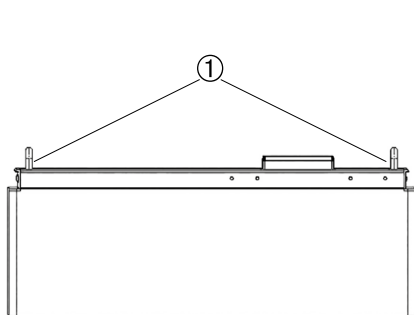

Fig. 5.2 - Maniglie modulo batteria
- Alzare le due maniglie della batteria (1, Fig. 5.2) e, agendo contemporaneamente, sollevare il modulo assicurandosi che non si inclini da un lato.